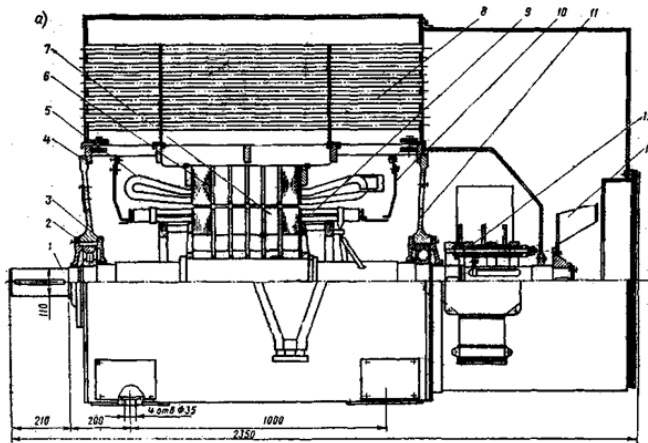

Рис. 3. Общий вид асинхронного двигателя с высотой оси вращения $h = 450$ мм.
2. Назовите элемент 13, изображённый на рис. 3.